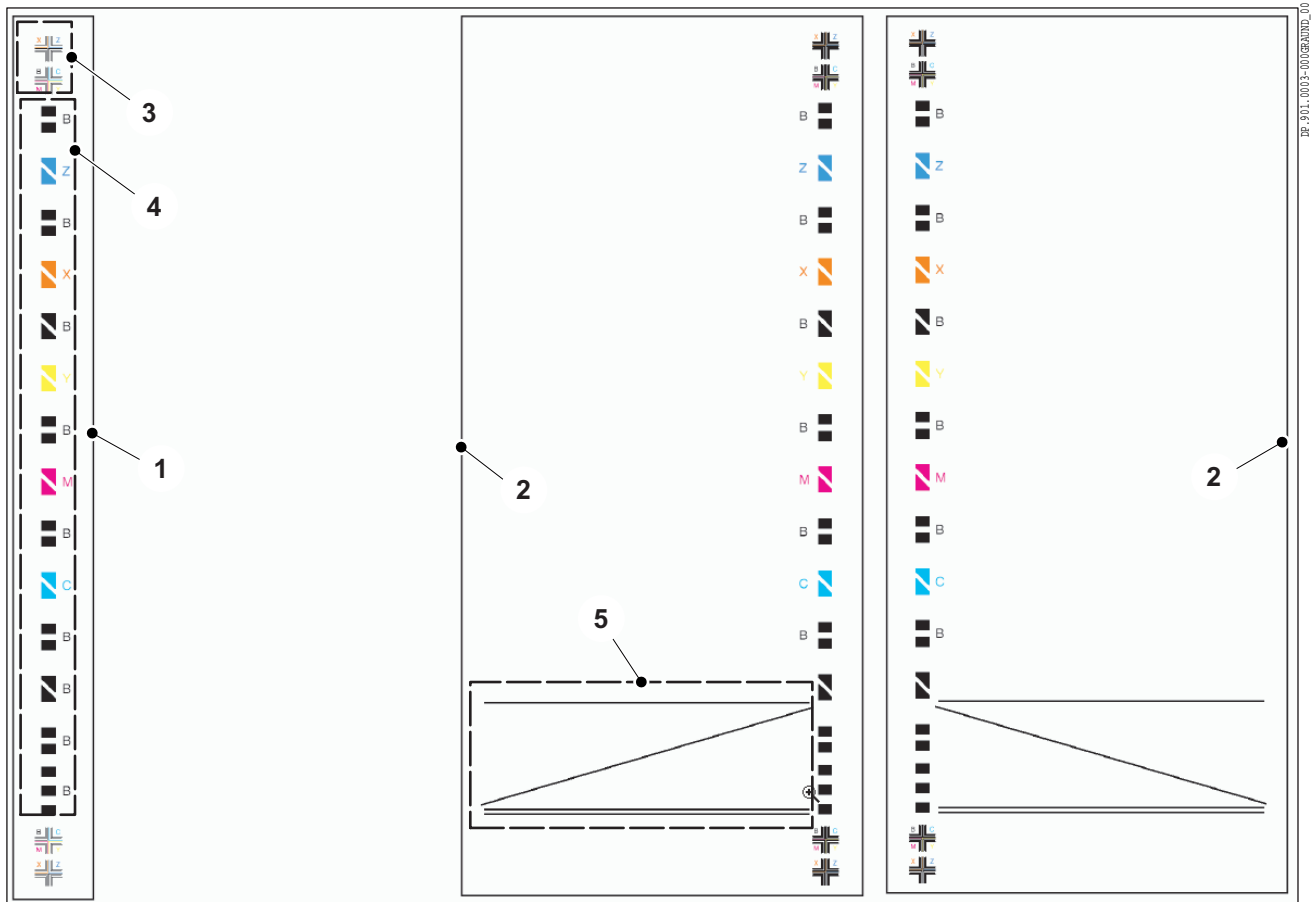

Abb. 6 Steuermarken
- Die Steuermarke ohne Suchmarke (Abb. 6/1) kann sowohl am linken als auch am rechten Bogenrand platziert werden. Diese Steuermarke besteht aus den Visierkreuzen zur visuellen Kontrolle (Abb. 6/3) und dem Bereich der Messfelder für Prinect Auto Register (Abb. 6/4).
Die Steuermarken AR_L und AR_R, Abb. 6/2 bestehen aus Visierkreuzen, den Messfeldern und der zusätzlichen Suchmarke (Abb. 6/5), die ein schnelles Auffinden der exakten Steuermarkenposition ohne Benutzereingaben ermöglichen.